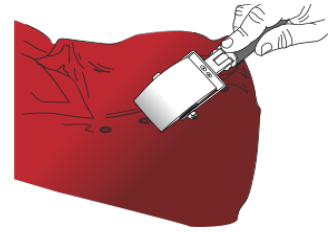

Abbildung 18
- › Danach mit dem ROLLRIV-Roller (Abb. 18) über die Folie fahren, um diese auf der gesamten Nietenfläche anzubringen. Anschließend ist die Folie um die Niete herum mit der Rakel oder mit dem Daumen anzudrücken.